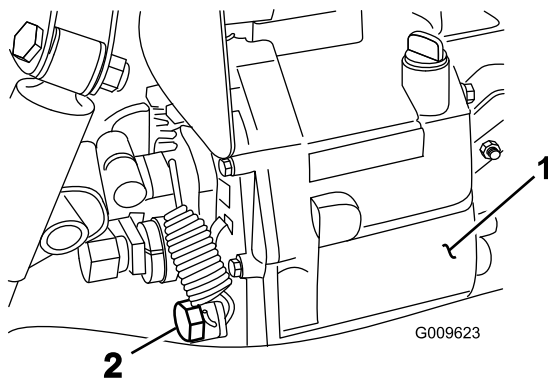

Figura 76
2. Togliete la valvola di spurgo situata sul fianco del serbatoio e lasciate defluire il fluido idraulico in una bacinella (Figura 76).